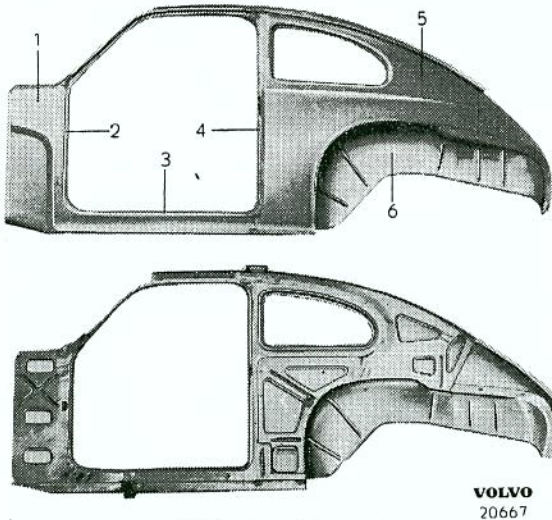

Bild 5. Sidoparti.
Sidopartiet består av torpedsida (1, bild 5) och bakstyckets sida (5). De är uppbyggda av en yttre och en inre plåt. Torpedsidan är baktill förstärkt och bildar stolpe (2) för infästning av dörren. Nedtill bildar torpedsidan bottensvällaren (träskeln)